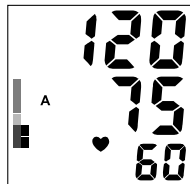

РИС.5
3. Просмотреть содержимое памяти прибора Вы можете, нажав кнопку М. При первом нажатии кнопки М на экране появится среднее значение трех последних показаний хранящихся в памяти прибора с индексом «А» (рис. 5). При повторном нажатии кнопки М на экране кратковременно отобразится индекс «1» (номер ячейки памяти), после чего появится результат последнего измерения (рис. 6).